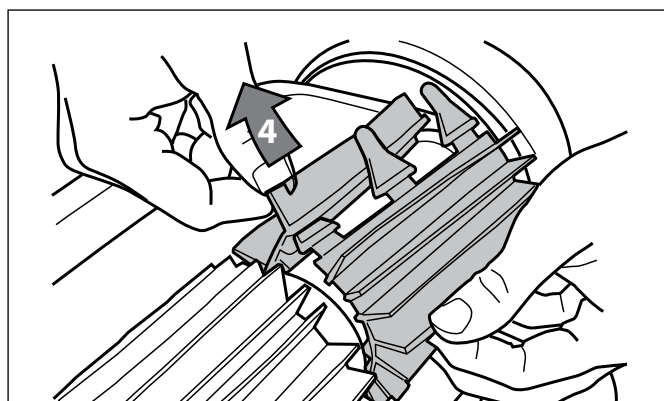

Figure 33. Insérer les onglets dans chaque fente
4. Fileter doucement chaque onglet à travers la fente fournie, de manière à ce que le talon ressorte de l'autre côté de l'ouverture (Figure 33).